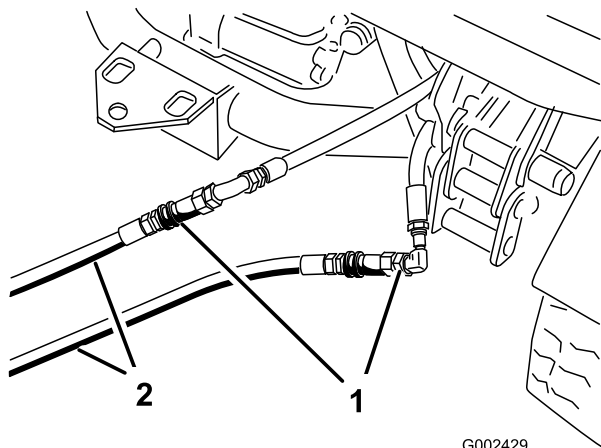

Figure 81
3. Sur le véhicule en panne, raccordez les deux flexibles de secours aux flexibles débranchés (Figure 81). Obturez les deux raccords inutilisés.